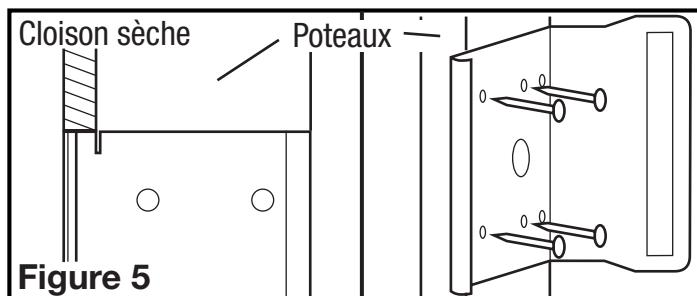

Figure 5
- Utilisant le gabarit du support, alignez le support sur le côté d'un poteau de cloison de telle sorte que le fond du ventilateur soit au même niveau que le mur fini. Le support doit reposer sur une épaisseur de plaque de plâtre en avant sur le goujon (**Figure 5**).